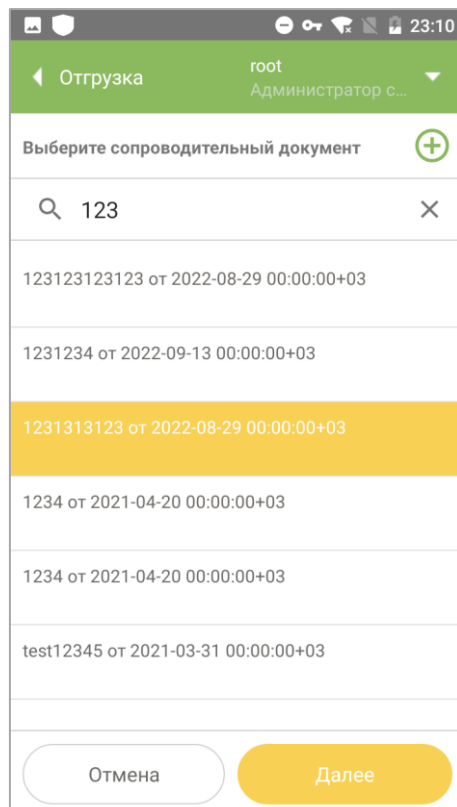

Рисунок 9.10
2. Выбрать сопроводительный документ из списка. При необходимости воспользоваться функцией поиска: ввести номер или его часть в поле поиска, выбрать из найденных совпадений (Рисунок 9.10). Нажать «Далее».